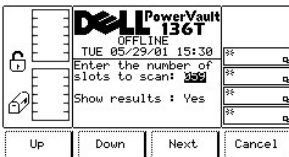

Abbildung 41. Dialogfeld "Command" > "Move" > "Scan Barcode" > "Select Slots"
- 1 Wenn die Taste unter dem Softkey **OK** gedrückt wird, werden die Felder übernommen, und das nächste Dialogfeld wird angezeigt (siehe Abbildung 41).
- 1 Wenn die Taste unter dem Softkey **OK** gedrückt wird, werden die Felder übernommen, und das Dialogfeld "Select Slots" wird angezeigt (siehe Abbildung 41).
- 1 Wenn die Taste unter dem Softkey **Next** gedrückt wird, wird das nächste Feld der Liste zum aktiven Feld (siehe Abbildung 41).